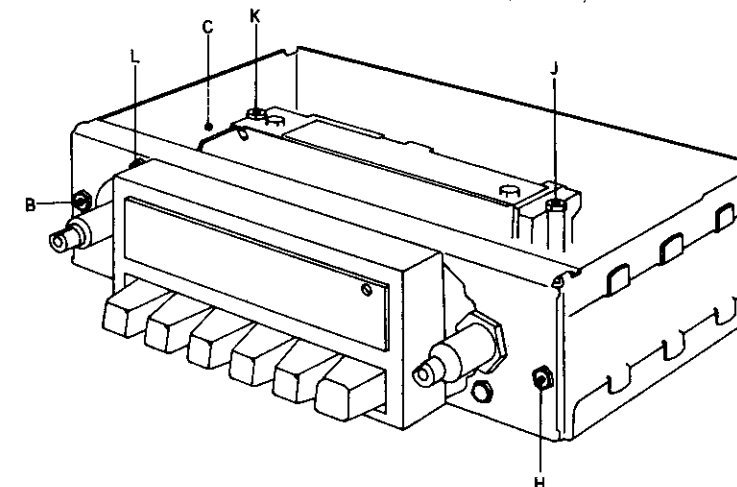
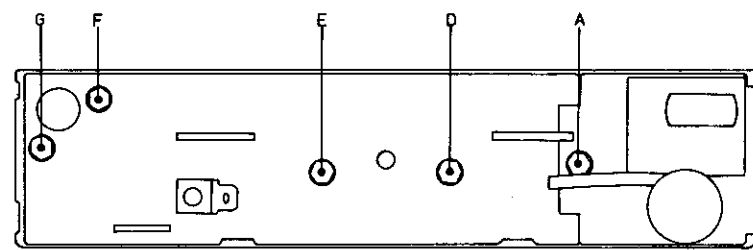

Fig. 4
Fig. 6
- 5.7 Suivant la fig. 4, enlever les deux vis hex. à tôle J, K.
- 5.7 Según la fig. 4, quitar los dos tornillos hex. autorroscantes J, K.
- 5.13 Glisser à nouveau les verrouillages de la platine HF/FI dans le panneau arrière et fixer la platine à l'aide des deux vis à tôle hex. J, K selon fig. 4.
- 5.13 Desplazar de nuevo los cierres de la placa RF/FI en la pared posterior y fijar la placa mediante ambos tornillos hex. autorroscantes J, K según fig. 4.
- 7.5 Desserrer les vis à tête hex. A fig. 6 et B fig. 4 et tirer légèrement du poste la paroi gauche et l'ampli BF.
- 7.9 Libérer la vis à tête hex. C fig. 4 et séparer l'ampli BF de la paroi gauche.
- 8.1 Suivant la fig. 6, enlever la vis hex. D, E.
- 7.5 Soltar los tornillos hex. autorroscantes A fig. 6 y B fig. 4 y tirar ligeramente del aparato la pared izquierda y el amplificador BF.
- 8.1 Según fig. 6, quitar el tornillo hex. D, E.